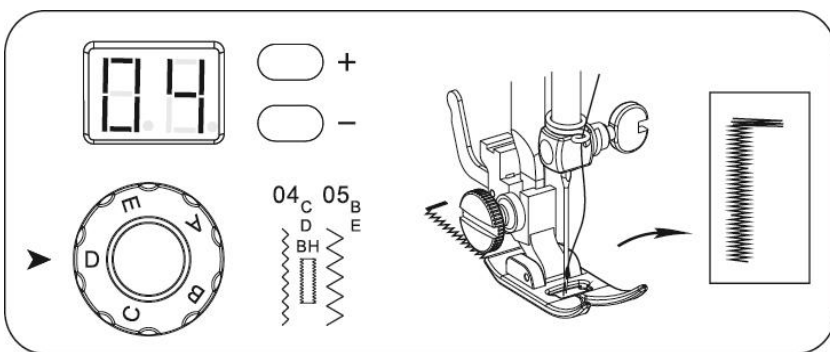

Abb. 20
3. Wählen Sie Stich 04 und stellen Sie das Handrad für die Stichbreite auf D. Schalten Sie die Maschine ein und betätigen Sie das Fußpedal, um den Stoff bis zur passenden Länge zu nähen. Halten Sie dann an. Versuchen Sie, die Nähte möglichst gerade auszuführen. (Abb. 20)